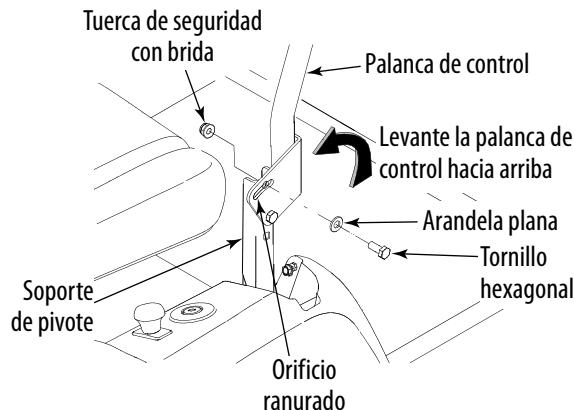

Figura 3-3
2. Levante y gire esa palanca de control hacia arriba hasta que el orificio ranurado del soporte de la palanca se alinee con uno de los orificios del soporte de pivot. Vea la Figura 3-3.
- Deslice la arandela plana hacia el tornillo hexagonal. Desde afuera, inserte el tornillo hexagonal con arandela a través de la ranura de la palanca de control y el orificio del soporte de pivote. Fije con la tuerca de seguridad con brida. Vea la Figura 3-3.